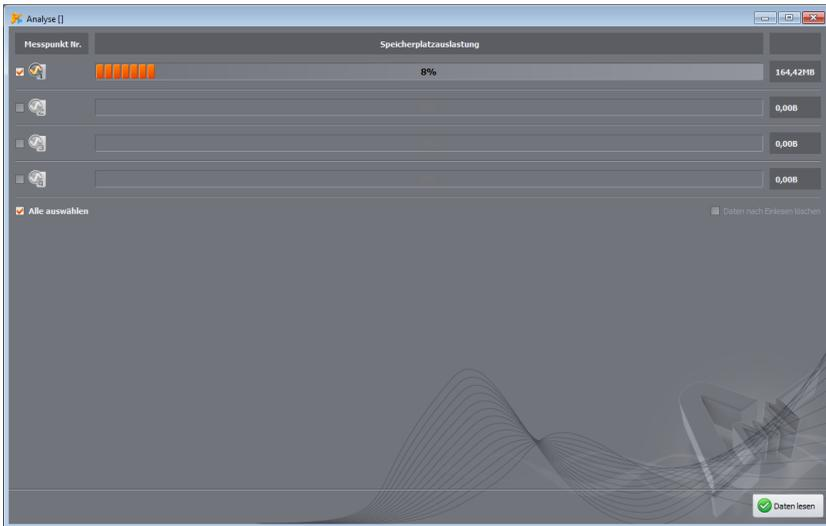

Abb. 54. Auswahl der abzulesenden Daten.
Sobald das Messgerät korrekt mit dem Computer verbunden ist, wird ein Fenster wie auf Abb. 54 angezeigt, und die Daten können zum Herunterladen und zur anschließenden Analyse ausgewählt werden. Wählen Sie dazu die Messkonfigurationen aus, aus denen Daten extrahiert werden sollen. Rechts neben dem Balken, der die Datenbelegung anzeigt, wird das tatsächliche Datenvolumen angegeben. Um das Herunterladen der Daten der ausgewählten Messkonfigurationen zu starten, klicken Sie auf die Taste **DATEN LESEN**.
- Indem Sie auf die Taste **AUFLISTEN** klicken, kehren Sie (nach Bestätigung) zum Fenster für das Ablesen der Analysedaten zurück (Abb. 54). Wenn die heruntergeladenen Daten zu diesem Zeitpunkt noch nicht gespeichert wurden, gehen sie verloren.